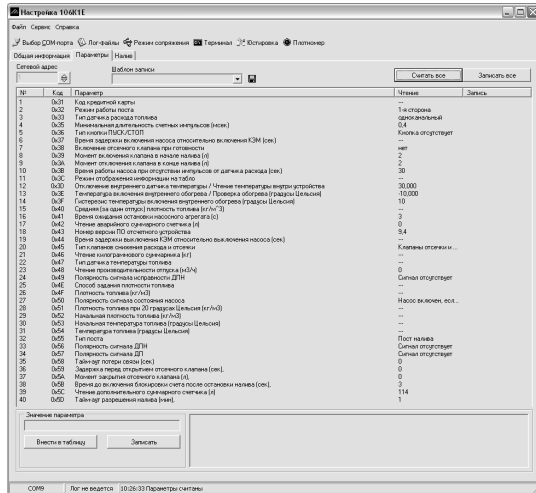

Рисунок 4
10.2.2 На вкладке "Параметры" (рисунок 4) можно просмотреть и при необходимости изменить значения параметров устройства.